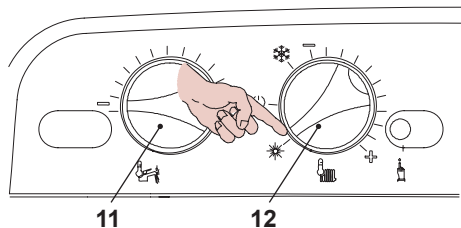

Fig. 2.5
- Ruotate il selettore 12 come in Fig. 2.5.